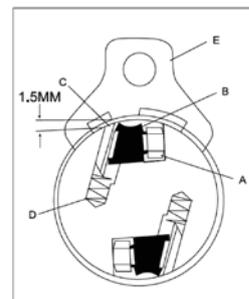

Рис. 4
8. Установите прижимную пластину ножа (B) (Рис. 4) в режущую головку. Поместите нож (C) в разъем режущей головки и надежно закрепите прижимную пластину, поворачивая винты (A) против часовой стрелки. Убедитесь, что режущая часть ножа направлена в правильном направлении. Отрегулируйте высоту выступа ножа согласно инструкциям далее. Высота выступа ножа должна регулироваться при каждом снятии/установке ножа. После того, как нож будет правильно закреплен,